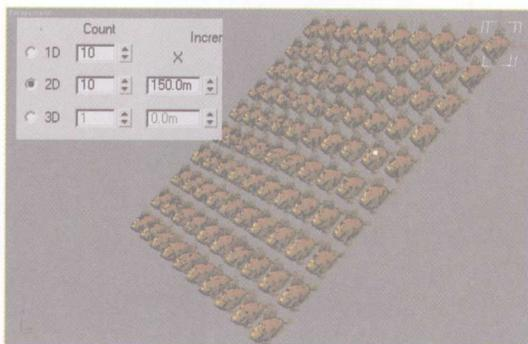

图1-26 二维阵列
**04** 撤销上两步操作，在Array Dimensions（阵列维度）选项组中选择2D选项，并设置X轴的数值为150，确定后，选择的对象在Y轴阵列的同时也在X轴向上产生了阵列效果，如图1-26所示。